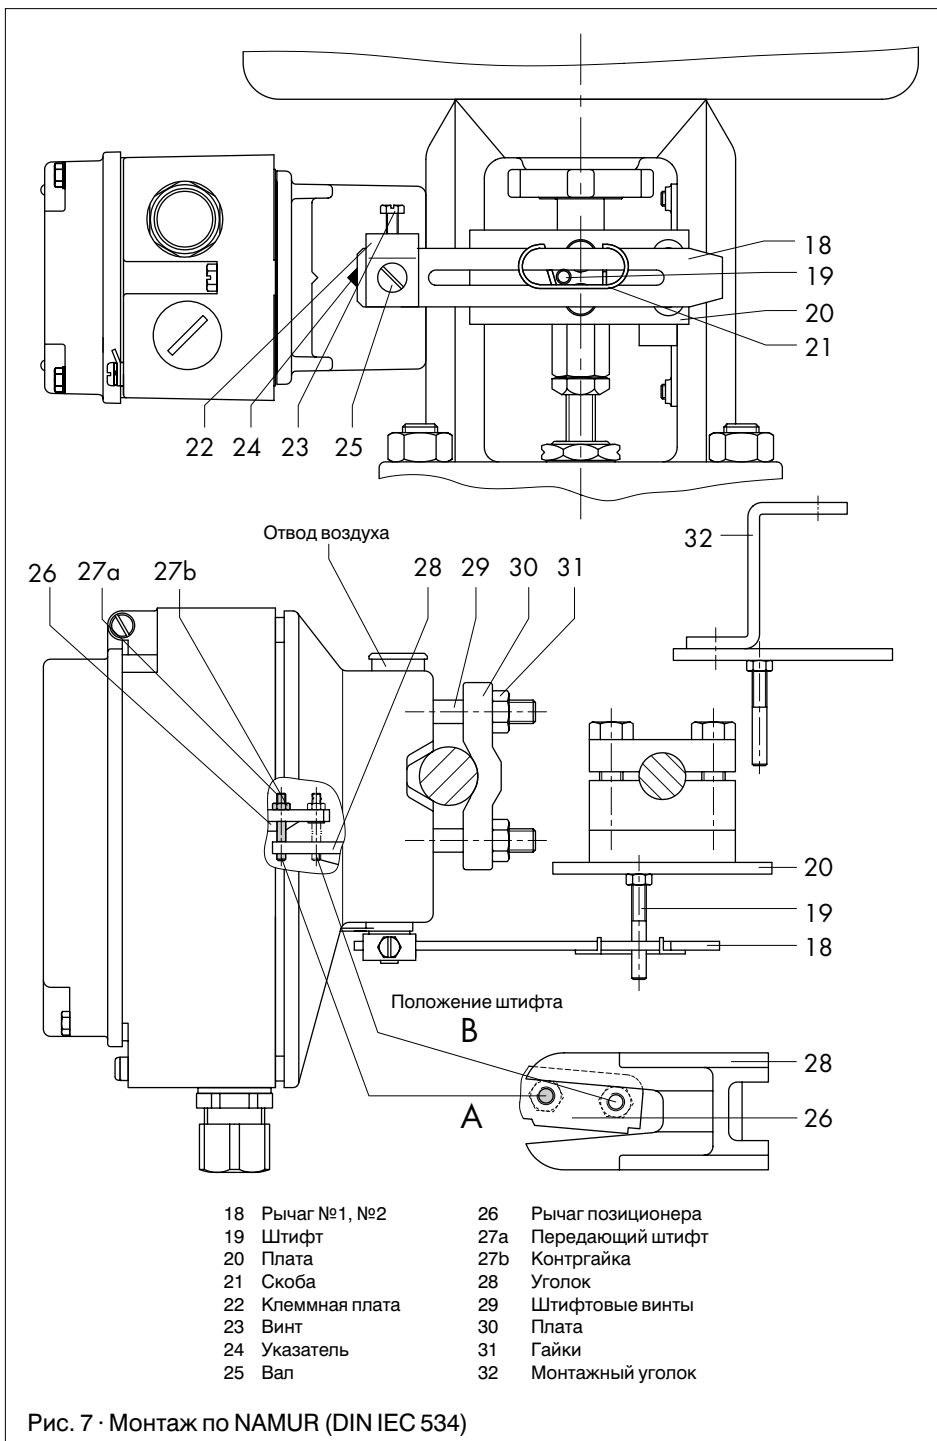

Рис. 7 · Монтаж по NAMUR (DIN IEC 534)
Расположение: в направлении платы для считывания хода (20), привод вверх (см. также рис. 7)
Скобу (21) закрепить на рычаге (18) по рис. 7. Только при монтаже позиционера с пневмоприсоединением спереди (рис. 6) скоба должна быть закреплена на рычаге (18) открытой стороной вниз. Рычаг (18) с клеммной платой (22) насадить на вал (25). При этом скобу штифта (19) перезакрепить.
Позиционер насадить на соединительный блок таким образом, чтобы передающий штифт (27) соприкасался с уголком (28) по рис. 7.